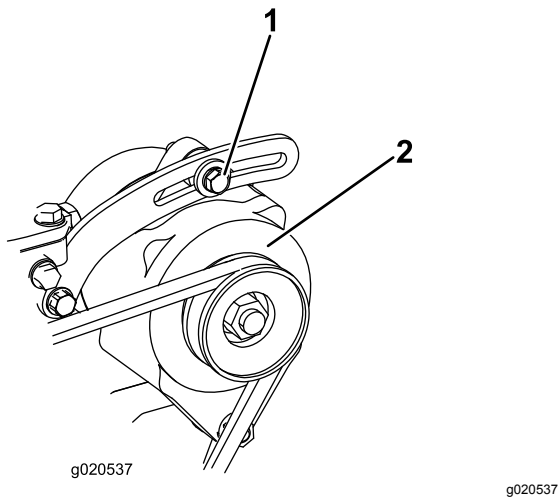

Figure 75
Vérifiez l'état et la tension des courroies (Figure 75) toutes les 100 heures de fonctionnement.
1. Desserrez les boulons de fixation de l'alternateur (Figure 75).